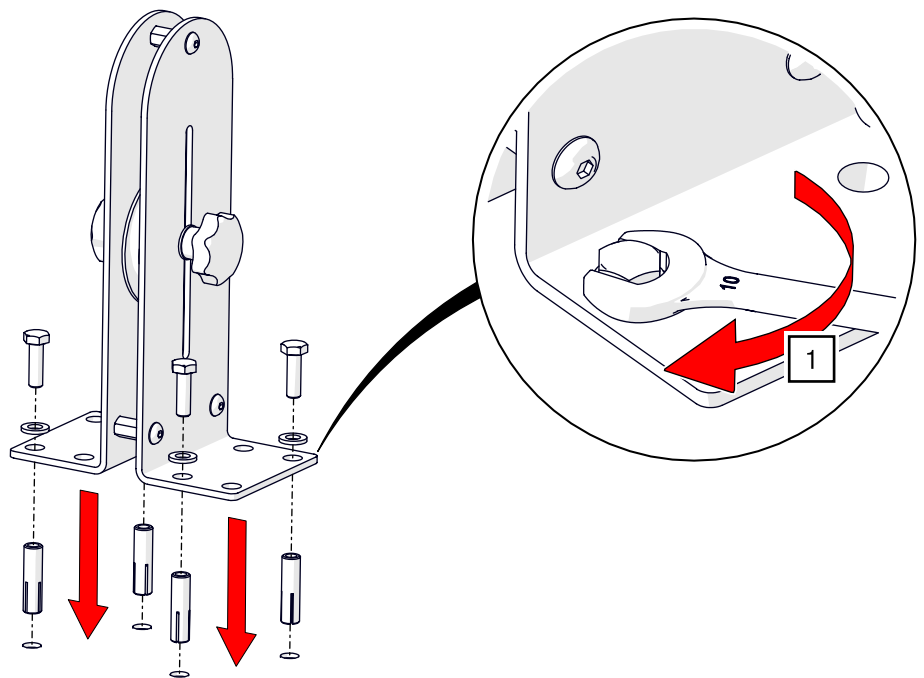

Abb. 87: Gegenspannrolle mit dem Boden verschrauben
1. Verschrauben Sie die Gegenspannrolle an die Position genau vertikal unterhalb des Seilabgangs der Schiene am Boden mit dem Untergrund entsprechendem Montagematerial (Montage entsprechend Herstellerangaben; Beispiel Beton / Estrich – siehe Abb. 87).